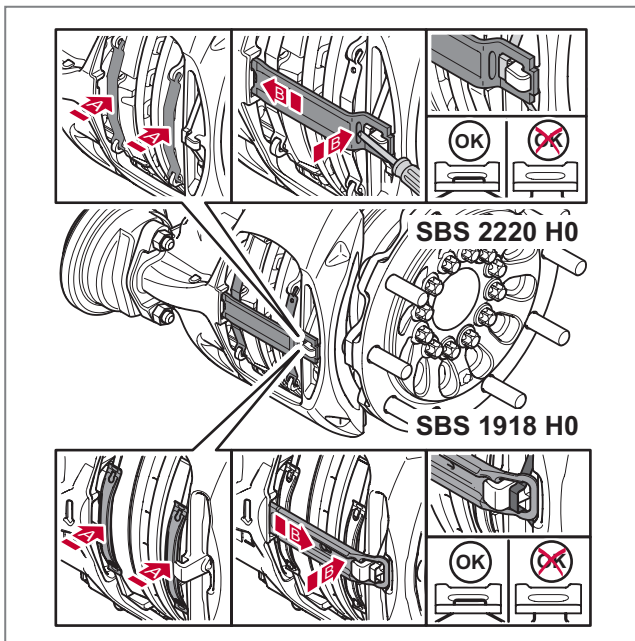

Abb. 41 - Bremsbelagkomponenten installieren
6. Befestigen Sie die neuen Belagfedern (A) und den Belaghaltebügel (B). Der Belaghaltebügel wird befestigt, indem er zunächst im Gehäuseende in der Bremssattelöffnung positioniert wird. Danach werden die Belagfedern zusammengedrückt und die rechteckige Öffnung des Belaghaltebügels über dem Bremssattelverschluss platziert. Abschließend ist der Belaghaltebügel unter den Bremssattelverschluss zu schieben, bis die Federarretierung in ihrer verriegelten Position einrastet, *siehe* ► *Abb. 41*. Verwenden Sie bei Bedarf ein Werkzeug, um den Bremsbelaghalter in seine Position zu schieben.